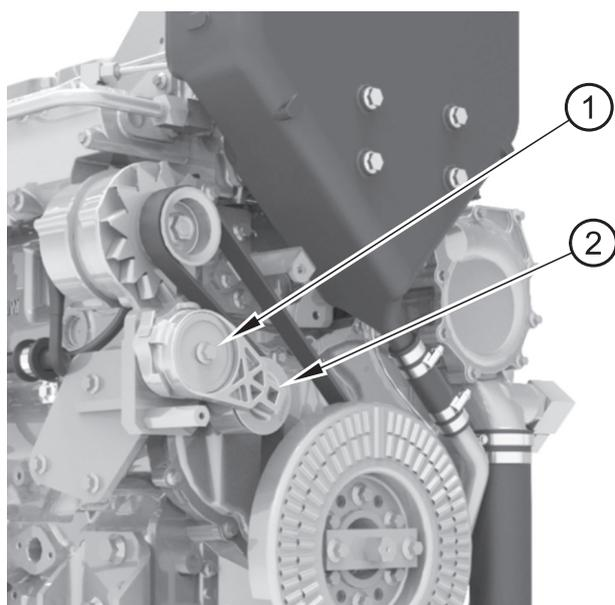

Figura 13
2. Inserire un utensile con attacco quadro (figura 13 voce 2) nel foro quadrato del tendicinghia (voce 1). Ruotare il tendicinghia in senso orario per allentare la cinghia di comando. Rimuovere la cinghia.